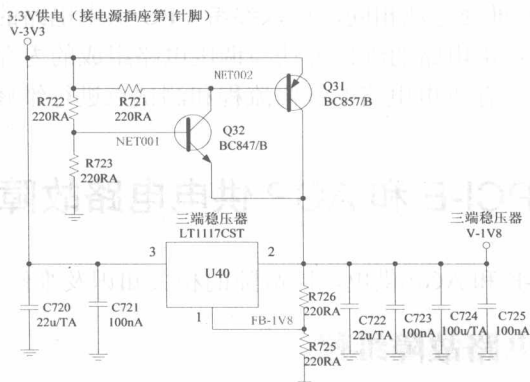

图 4-20 由多端稳压器组成的 1.8V 供电电路
1.8V 电压一般是 3.3V 电压通过三端稳压器转换后提供,图 4-20 所示为 LT1117 组成的 1.8V 供电电路。